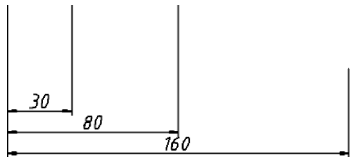

图 4-33 只显示“尺寸”图层中的元素
2) 在图层列表中选择“尺寸”图层，在绘图区中将只显示“尺寸”图层中的元素，如图 4-33 所示。